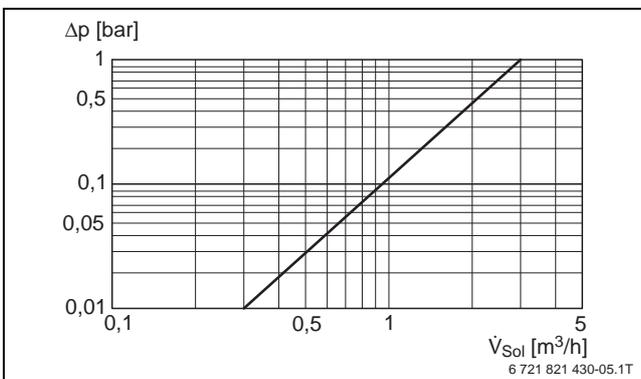

Bild 107 Druckverlust Volumenstromzähler WMZ 1.2
- ▶ Druckverluste des Volumenstromzählers bei der Auswahl der Solarstationen berücksichtigen (→ Bild 107).